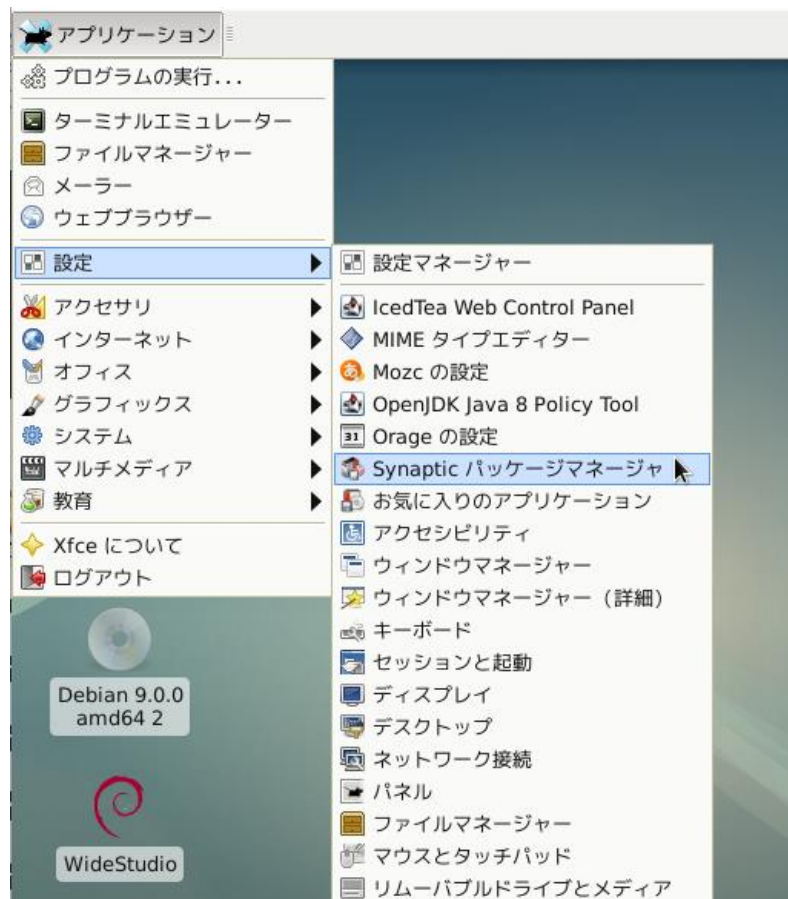

図 2-1-1-1. Synaptic パッケージマネージャの起動
- ② パッケージのインストール等を行うには管理者権限になる必要があります。図 2-1-1-2 のような、認証ウインドウが表示されるので、管理者パスワードを入力して「認証する」をクリックしてください。